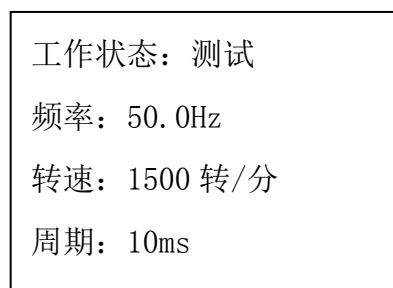

图 8 测试运行界面
(5) 进入“测试”模式，频率固定为 50Hz，三相异步电机为 3 对磁极（通常数为 3 对磁极），霍尔信号磁钢数为 4 个（通常安装 4 个）的情况开机后显示如图 8 所示的运行界面。